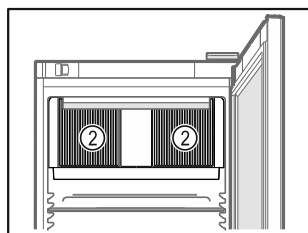

Fig. 49
- Větrací otvory Fig. 49 (2) oběhového vzduchového čerpadla ve vnitřním prostoru udržujte volné.